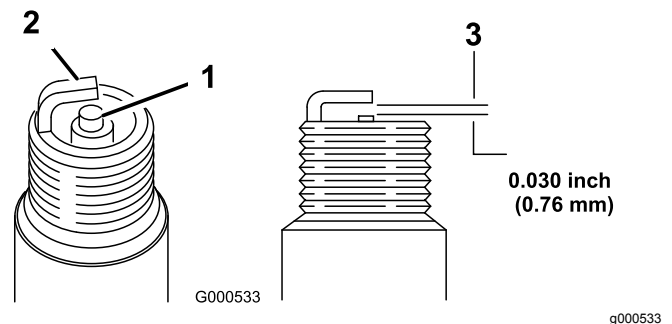

Figura 31
5. Regolate la distanza tra gli elettrodi della candela a 0,76 mm, come illustrato in Figura 31.